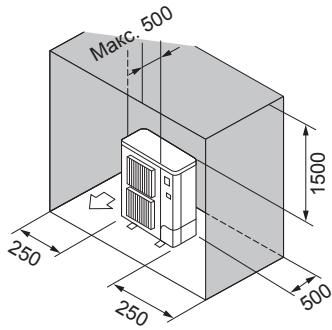

Fig. 2-8
⑥ Окружающие предметы - только сзади, с боковых сторон и сверху (Fig. 2-8)